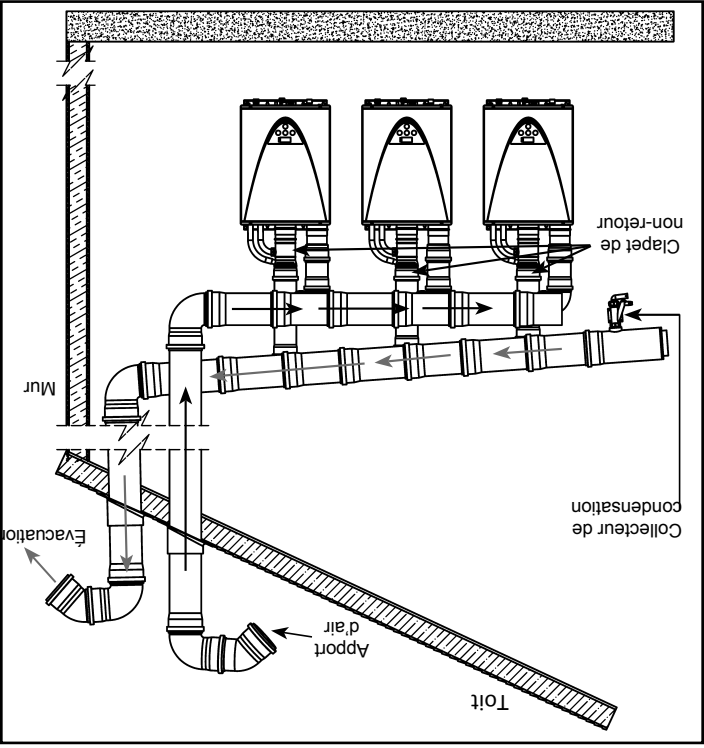

Figure 4. Installation typique, ventilation commune à travers le toit
6. La terminaison à travers le toit des conduits d'évacuation et d'approvisionnement d'air doit se composer d'un coude à 90° suivi d'un coude à 45°, comme illustré dans Figure 4 à Figure 11. Il est possible d'utiliser deux coudes à 90° successifs. Installez une grille anti-vermine (quadrille minimum de 3/4 po (19 mm)) dans chacune des terminaisons afin de bloquer l'entrée de tout corps étranger.